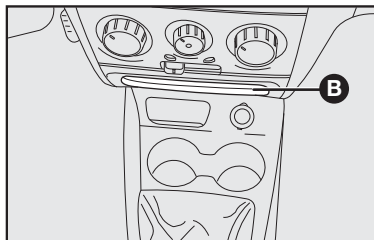

fig. 84
- na parte central do painel **B**–**fig. 84**.